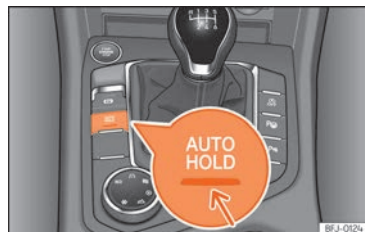

Abb. 155 Im unteren Bereich der Mittelkonsole: Funktionstaste Auto Hold.
-  Wenn die Auto-Hold-Funktion aktiviert ist, leuchtet die Kontrollleuchte im Kombi-Instrument grün. Die Kontrollleuchte der Taste  >>> [Abb. 155] leuchtet dauerhaft, während die Auto-Hold-Funktion eingeschaltet ist.